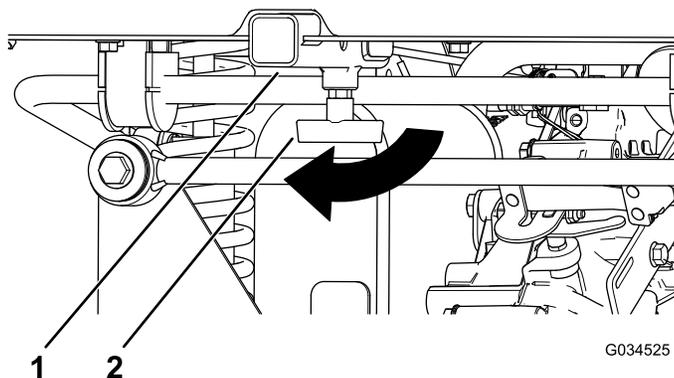

Рисунок 17
1. Ослабьте Т-образную рукоятку, повернув ее по часовой стрелке (Рисунок 17).
2. Вставьте вспомогательное приспособление в приемное устройство до совмещения отверстий (Рисунок 17).